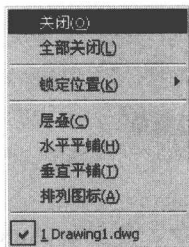

图 1.15 利用热键启动命令
- 菜单项的后面有热键字母的，表示可以通过在键盘上按该热键字母来启动此命令。当在键盘上按字母“O”后，则执行关闭命令。如图 1.15 所示。